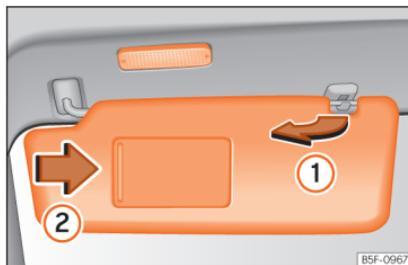

Abb. 126 Sonnenblende.
- Die Sonnenblende kann aus der Halterung herausgezogen und zur Tür »» Abb. 126 ① geschwenkt werden.